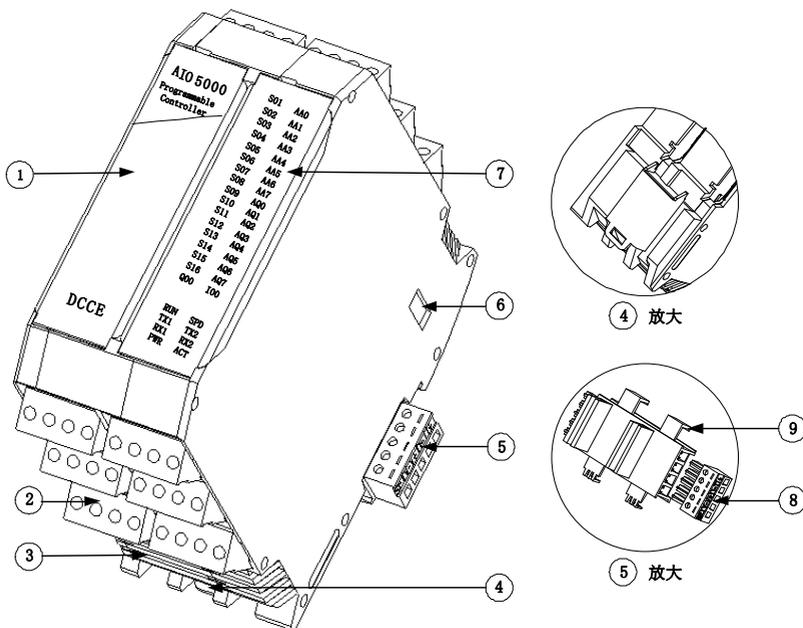

图 4-1-1 整体外观
AIO5000 主要由以下几部分组成：①型号贴：说明产品型号。②输入输出端子：输入输出与通信接线端子。③散热口：确保产品快速散热。④导轨卡扣：将控制器安装到 DIN 导轨上的夹具。⑤总线连接器：由电源端子⑧（24V 电源与串口 1 接线端子）和连接器底座⑨组成。⑥拨码区：硬地址设置。⑦指示灯：指示设备运行状态。图 4-1-1 为产品整体外观图。